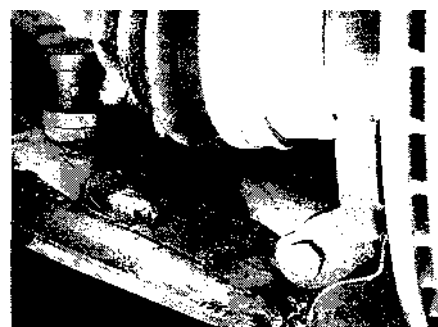

Рис. 6.3. Отверните болт и гайки крепления шаровой опоры к рычагу подвески и снимите опору
- 3 Отверните болт и гайки крепления шаровой опоры к рычагу подвески (см. рис. 6.3). При помощи монтировки или отвертки отсоедините шаровую опору от рычага.